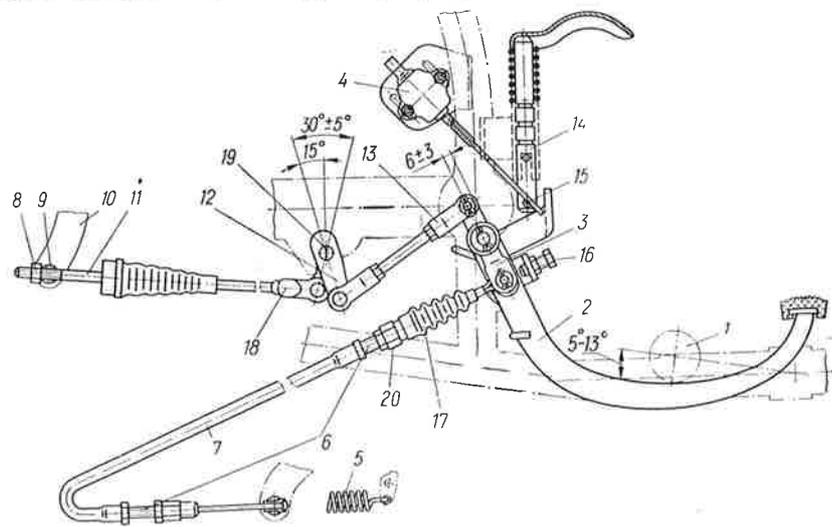

Рис. 29. Привод тормоза заднего колеса и колеса коляски:
Необходимость регулирования тормоза определяется по величине свободного хода рычага наружного шарнира 19 (рис. 29). Свободный ход считается нормальным, если он не превышает 35 мм. Если он больше указанной величины, необходимо поднять заднее колесо и ключом с зевом 8 мм повернуть выступающий квадрат регулировочного конуса (как пока-
Привод тормоза заднего колеса и колеса коляски осуществляется от ножной педали через уравниватель 3 (рис. 29). Верхнее плечо уравнивателя связано с приводом тормоза заднего колеса, нижнее — с тормозом колеса коляски. Наличие уравнивателя обеспечивает правильное распределение тормозных моментов и синхронную работу тормозов.
**Тормоз колеса коляски.** Тормоз по конструкции аналогичный тормозу заднего колеса. Привод тормоза осуществляется тросом 7 (рис. 29). С двух сторон на трос установлены регулировочные штуцеры 6, на которые надета резиновая защитная трубка. Для защиты троса от загрязнения необходимо следить, чтобы трубка была натянута на штуцеры, а резиновая муфта 17 уплотняла его передний конец.